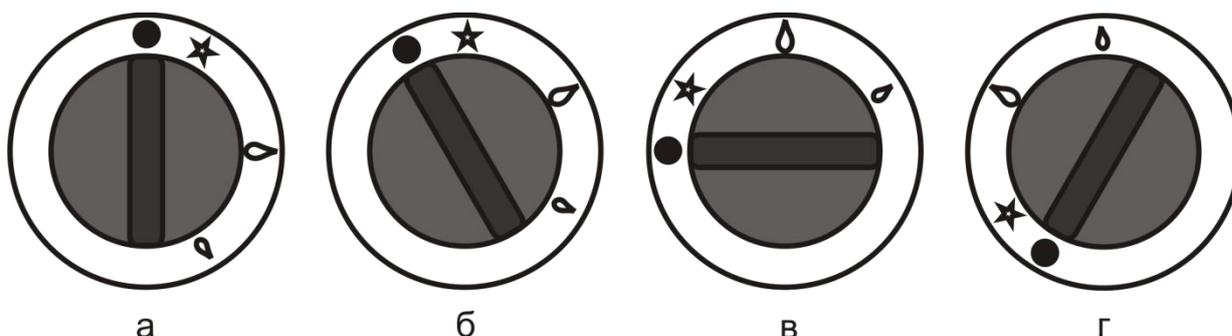

Рис. 2. Соответствие положения ручки крана режиму работы горелок
- Убедитесь в том, что ручки кранов находится в положении, соответствующем закрытому состоянию (рис.2а). Если кран находится в открытом состоянии, переведите его в закрытое состояние, слегка нажав на ручку крана и повернув ее по ходу часовой стрелки до упора.
После окончания работы с устройством необходимо перевести ручки кранов в закрытое состояние (рис.2а) и закрыть кран газопровода.
Внимание! При первом включении устройства, а также после каждой замены баллона СУГ необходимо выпустить воздух из газового тракта. Для этого удерживайте ручку крана в нажатом состоянии в положении «розжиг запальной горелки» (рис. 2б) в течение 1-2 минут, либо до появления запаха газа, после чего можно приступить к розжигу горелок.
- В исходном состоянии ручка крана находится в положении, соответствующем закрытому состоянию крана (рис.2а).
- Нажав на ручку крана до упора и, удерживая её в нажатом состоянии, поверните её против хода часовой стрелки в положение «розжиг запальной горелки» (см. рис.2б). Через
- При повороте ручки крана, с легким нажимом на нее, против хода часовой стрелки – кран открывается и осуществляется розжиг основной горелки. Положение крана в режиме «максимальное пламя» и «малое пламя» представлено на рис. 2в и рис. 2г, соответственно.
- При повороте ручки по ходу часовой стрелки в положение «розжиг запальной горелки» (рис. 2б) – главная горелка гаснет, а запальная горелка остается зажженной (дежурный режим).
- Для выключения запальной горелки необходимо слегка нажать на ручку крана и повернуть ее по ходу часовой стрелки до упора в положение «кран закрыт» (рис.2а).
- Включите горелку и переведите ручку крана в режим «малое пламя» (рис.2в).